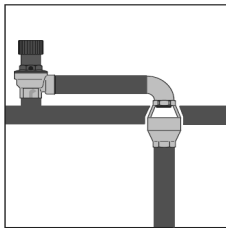

Fig.8a
**NOTA:** El tubo de drenaje 6 (Fig. 8) en la válvula de seguridad debe instalarse con una inclinación continua hacia abajo y en un lugar donde esté protegido contra la congelación. ¡El uso de un sifón especial (Fig.8a) es obligatorio!